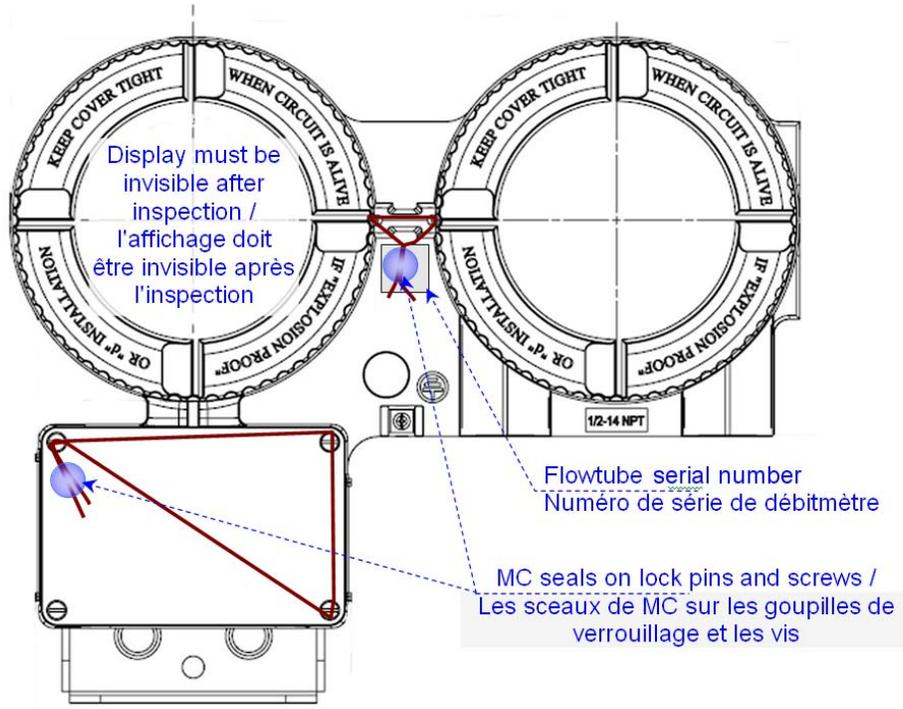

Figure 3. CFT51 schematic front view; Sealing points. Local display is located under the left cap. /
2. The CFT51 housing covers (screw-on caps): locking pins are screwed all the way in and then caps are fully tightened. Then the two locking pins are partially unscrewed so that the holes on the pins are visible. The holes are then aligned so that they can be sealed using "wire & lead" type MC seal, as shown in Figure 3.
3. The CFT51 transmitter junction box: sealing is done using "wire & lead" type seal through the holes in the three elongated screws as shown in Figure 3.
2. Les couvercles de logement du CFT51: des goupilles de verrouillage sont vissés à fond et puis les couvercles sont bien serrés. Ensuite, les deux goupilles de verrouillage sont partiellement dévissées de sorte que les trous sur les goupilles soient visibles. Les trous sont ensuite alignés afin qu'ils puissent être scellés avec un sceau de type "fils et plomb", tel que montré dans la Figure 3.
3. Le boîtier de raccordement du transmetteur CFT51: son scellage est réalisé en utilisant un sceau de type "fils et plomb" à travers les trous dans les trois vis allongées (voir la Figure 3).
- One of the CFT51 labels is located on the side of the junction box (Figure 5) and the other one in between the two caps (Figure 3).
- L'une des plaques du CFT51 est située sur le côté du boîtier de raccordement (Figure 5) et l'autre entre les deux couvercles (Figure 3).
Figure 5. W&M required labels: (a) CFT51 nameplate, (b) CFT51 label between the two caps that identifies the serial number of the associated flowtube (Figure 3), (c) approval plate welded to one side of the housing (for location see Figure 4), and (d) CFS10 nameplate on the opposite side of the housing. /
Les étiquettes requises pour le P&M: (a) la plaque signalétique du CFT51, (b) l'étiquette du CFT51 entre les deux couvercles qui indique le numéro de série du débitmètre raccordé (Figure 3), (c) la plaque d'approbation soudée sur un côté du boîtier (pour l'emplacement, voir la Figure 4), et (d) la plaque signalétique de CFS10 sur l'autre côté du boîtier.